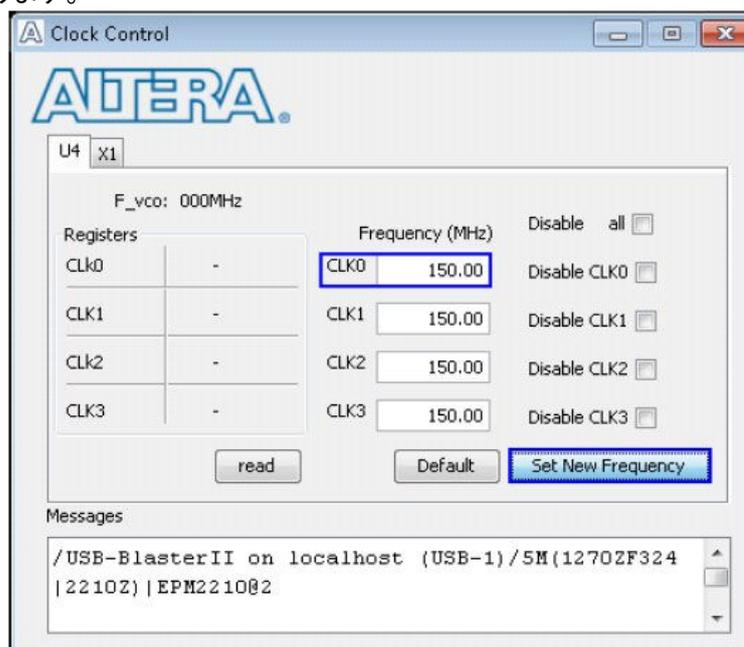

図 3: "Clock Control"アプリケーションで CLK0 の周波数を 150MHz にセット
- ArriaV GX スタータ開発キット付属の "Clock Control" アプリケーションを起動し CLK0 の周波数を 150MHz にセットして "Set New Frequency" ボタンを押します。そしてプログラマブル・オシレータのクロック周波数の書き込みが完了するのを待ちます。この操作以降、図 3 に示すように CLK0 の発振周波数は SATA デモ・デザインが動作する 150MHz となります。